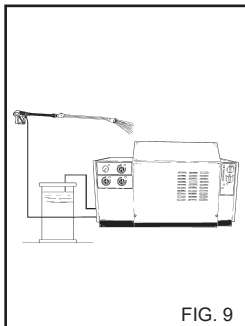

FIG. 9
3) После использования моющего вещества, промойте эту систему. Поместите шланг всасывания моющего вещества (рис. 9) в бак с чистой водой и запустите насос на 1 минуту при полностью открытом дозаторе и насадке, находящейся в положении подачи.